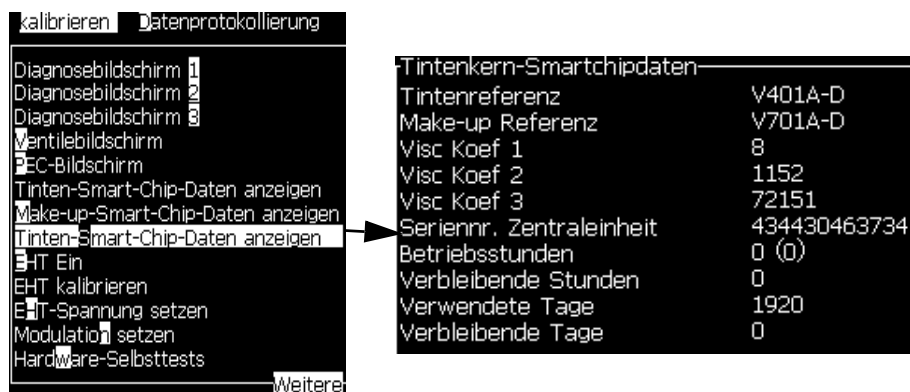

Abbildung 4-17:
- 1 Rufen Sie das Menü „Kalibrieren“ auf und wählen Sie „Smart-Chipdaten des Tintenkerne anzeigen“ aus (Abbildung 4-17), um die Betriebsstunden, die genutzten und verbleibenden Tage des Tintenkerne anzuzeigen. Die Betriebsstunden des Tintenkerne werden erst nach dem Auswechseln des Tintenkerne zurückgesetzt.